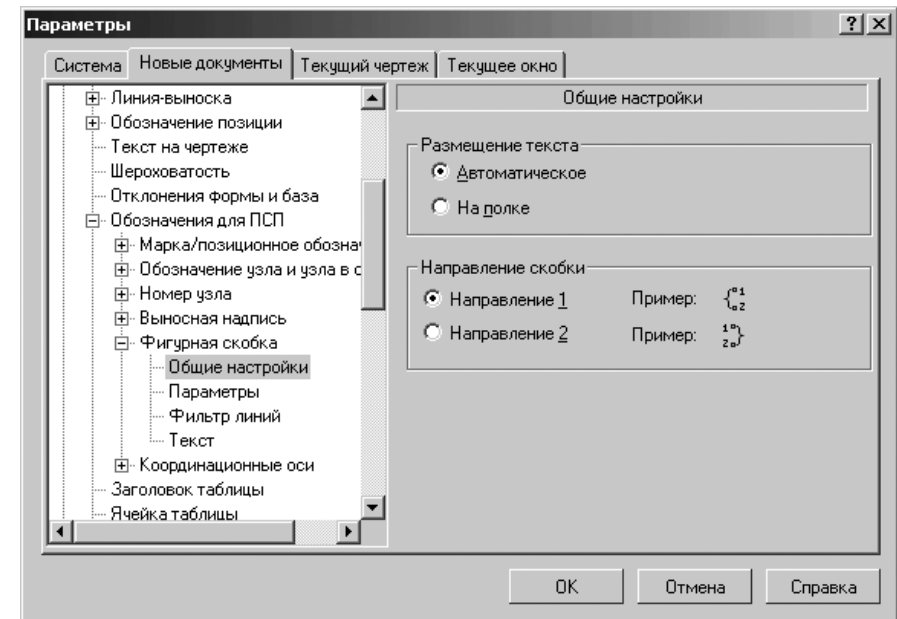

Рис. 10.64. Диалоговое окно **Параметры** с открытой вкладкой **Новые документы** и панелью **Общие настройки**
- щелкните в списке настраиваемых элементов **Фигурная скобка** по пункту **Общие настройки**. В правой части появится панель **Общие настройки**, показанная на рис. 10.64;